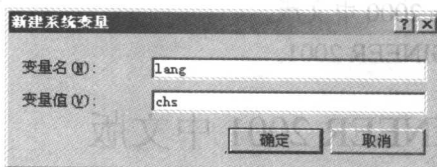

图1-3 【新建系统变量】对话框
3. 在【系统变量】栏中，单击 **新建(N)...** 按钮，弹出【新建系统变量】对话框，如图 1-3 所示。将【变量名】设为“lang”，【变量值】设为“chs”，单击 **确定** 按钮完成设置。